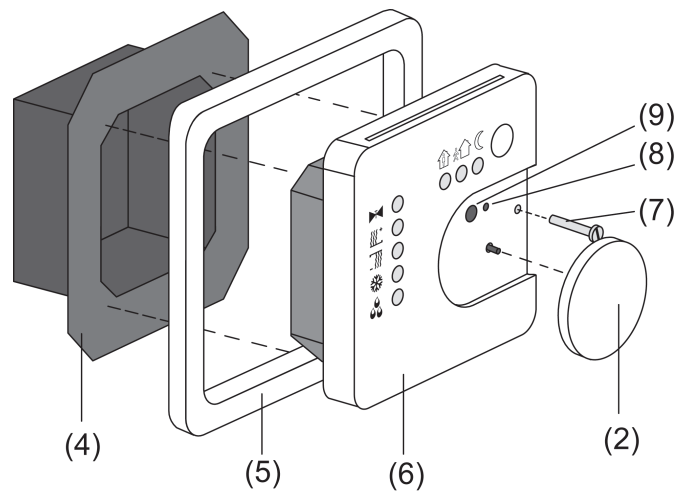
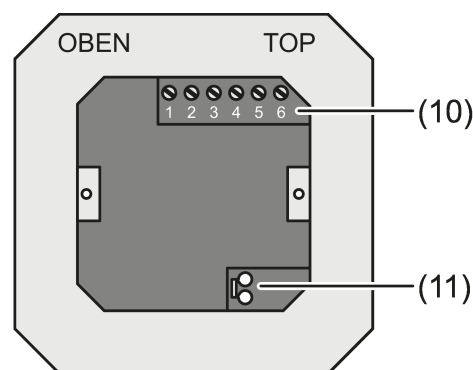
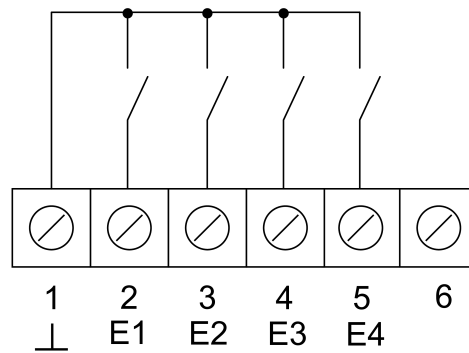
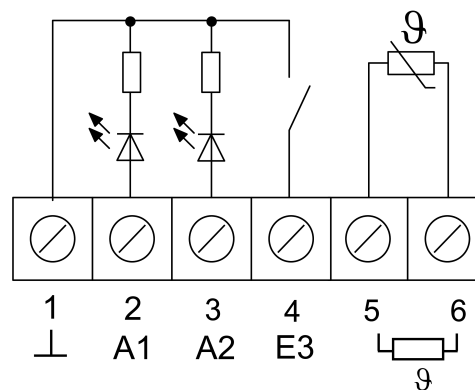

Bild 2: Geräteaufbau
Bild 3: Klemmen-Einsatz
Bild 4: Anschluss Binäreingänge
Bild 5: Anschluss Binärausgänge
- (4) Klemmen-Einsatz
- (5) Design-Rahmen
- (6) Elektronik-Aufsatz
- (7) Sicherungsschraube
- (8) Programmier-LED
- (9) Programmier-Taste
- Klemmen-Einsatz (4) und Elektronik-Aufsatz (6) voneinander trennen (siehe Bild 2).
- Busleitung an die Anschlussklemme (11) im Klemmen-Einsatz einstecken (siehe Bild 3).
- Binäreingänge **E1...E4**: Fensterkontakte Schließer oder Öffner als Schalter oder Taster an den Klemmen 1 und 2...5 (siehe Bild 4) der Klemmleiste (10) (siehe Bild 3) anschließen.
- Binärausgänge **A1...A2**: LED oder elektronische Relais an den Klemmen 1 und 2, 3 (siehe Bild 5) der Klemmleiste (10) (siehe Bild 3) anschließen.
- Externen Temperaturfühler an den Klemmen 5 und 6 (siehe Bild 5) der Klemmleiste (10) (siehe Bild 3) anschließen.
- Klemmen-Einsatz (4) (siehe Bild 2) in Unterputz-Gerätedose einsetzen. Auf Beschriftung **OBEN / TOP** achten. Der Busanschluss (11) muss unten rechts liegen (siehe Bild 3).
- Design-Rahmen (5) auf den Klemmen-Einsatz (4) aufsetzen.
- Elektronik-Aufsatz (6) lagerichtig in den Klemmen-Einsatz (4) einsetzen.
- Stellrad (2) abnehmen.
- Elektronik-Aufsatz mit Sicherungsschraube (7) befestigen.
- Stellrad (2) wieder aufsetzen.
Stellrad (2) abziehen (siehe Bild 2).
- Programmier-Taste (9) drücken.